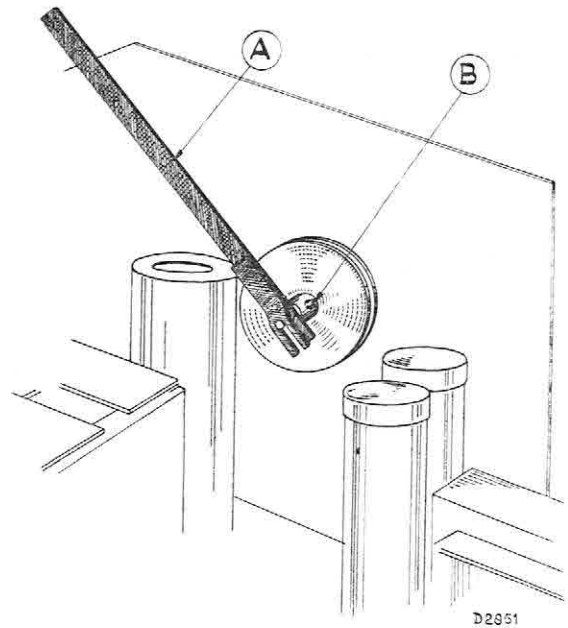

Fig. 6
3. Placer la petite fourchette A (figure 6) sur l'axe de l'aiguille de telle manière que l'une des branches s'engage dans la rainure de l'axe et que l'autre s'adapte sur l'extrémité plate de cet axe.